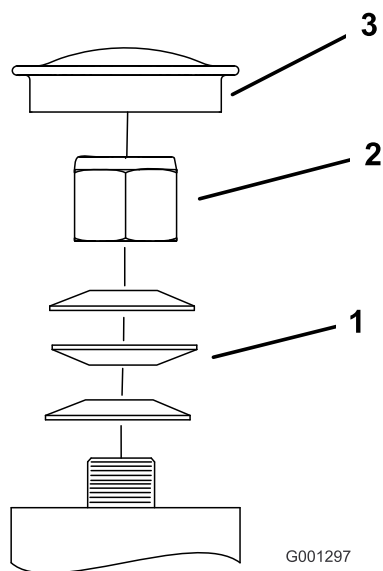

Figura 66
3. Retire el tapón guardapolvo de la rueda giratoria y apriete la contratuerca (Figura 66).
4. Apriete la contratuerca hasta que las arandelas de muelle estén planas, luego afloje la contratuerca 1/4 de vuelta para establecer la pre-carga correcta de los cojinetes (Figura 66).
Importante: Asegúrese de que las arandelas de muelle están correctamente instaladas, según se muestra en Figura 66.
5. Coloque el tapón guardapolvo (Figura 66).